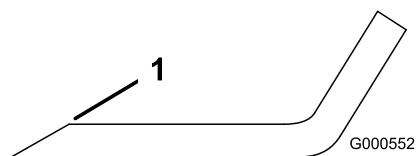
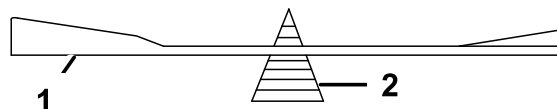

Figura 53
Figura 54
1. Utilice una lima para afilar el filo de corte en ambos extremos de la cuchilla (Figura 53). Mantenga el ángulo original. La cuchilla permanece equilibrada si se retira la misma cantidad de material de ambos bordes de corte.
2. Verifique el equilibrio de la cuchilla colocándola sobre un equilibrador de cuchillas (Figura 54). Si la cuchilla se mantiene horizontal, está equilibrada y puede utilizarse. Si la cuchilla no está equilibrada, rebaje algo del metal en la parte de la vela solamente (Figura 53). Repita este procedimiento hasta que la cuchilla esté equilibrada.